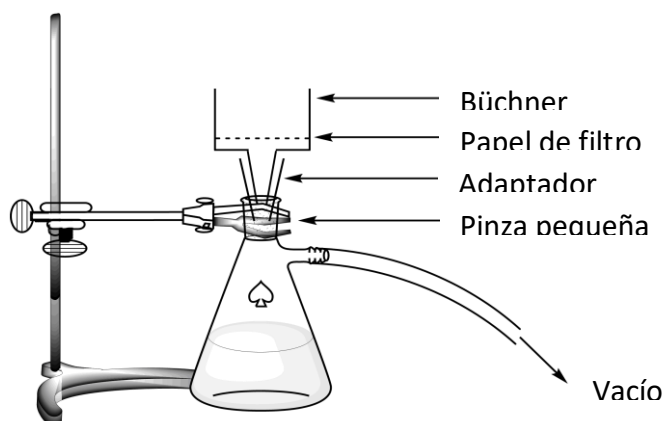

Figura 2. Montaje para la filtración al vacío
7. **Monte** un aparato de filtración al vacío (vea la Figura 2) usando un Büchner, un papel de filtro, y un quitazato que debe estar asegurado al soporte del laboratorio con una pinza pequeña. **Levante** su tarjeta de HELP. Un asistente de laboratorio vendrá a mostrarle cómo conectar el quitazato al vacío.